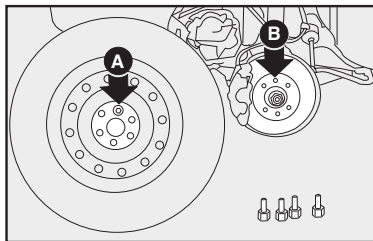

fig. 6
7) Asegúrese de que la rueda de repuesto esté sobre una superficie de apoyo limpia, ya que si entran suciedades en los orificios de los tornillos podrían aflojarse. Monte la rueda de repuesto, de manera que los tornillos **A** coincidan con los orificios **B**-fig. 6.